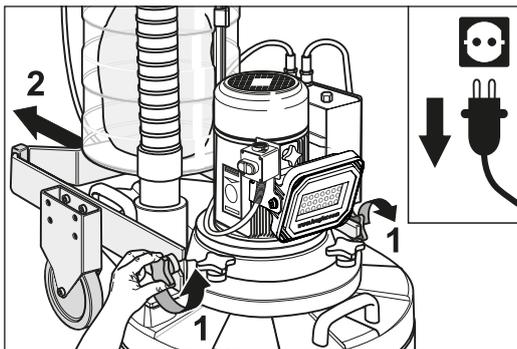

Fig. 20 Aflojadas las manillas en cruz puede retirarse hacia atrás el chasis.
- 6 Afloje ambas manillas en cruz laterales en la carcasa y retire el chasis horizontalmente hacia atrás (Fig. 20).